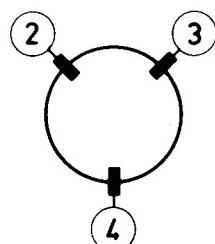

Fig. 5d
Die dynamische Konvergenz wird erzielt, indem man die Ablenkeinheit in vertikale und in horizontale Richtung kippt. Um die richtige Stellung der Ablenkeinheit zu fixieren, hat man drei Gummikeile zwischen dem Glas des Bildröhren-Konus und der Ablenkeinheit angebracht (siehe Abb.5d oder 6d). Diese Keile sind in zwei Dicken lieferbar: ein Keil mit einer Dicke von 7 mm ist unter Codenummer 4822 462 40356 und einer mit einer Dicke von 11 mm ist unter Codenummer 4822 462 40357 lieferbar.
6. Keil ① entfernen, so dass die Situation gemäß Abb.5d oder 6d entsteht.